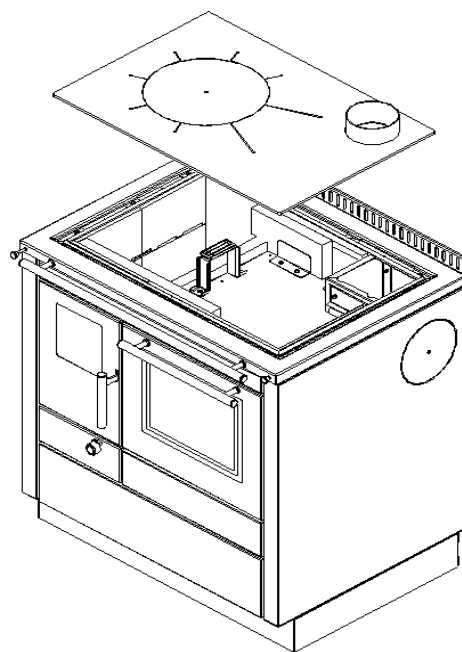

Abbildung 10 - Herabnahme der oberen Platte (oder der Glaskeramikplatte)
1. Herabnahme der oberen Platte (oder der Glaskeramikplatte) - Abbildung 10.